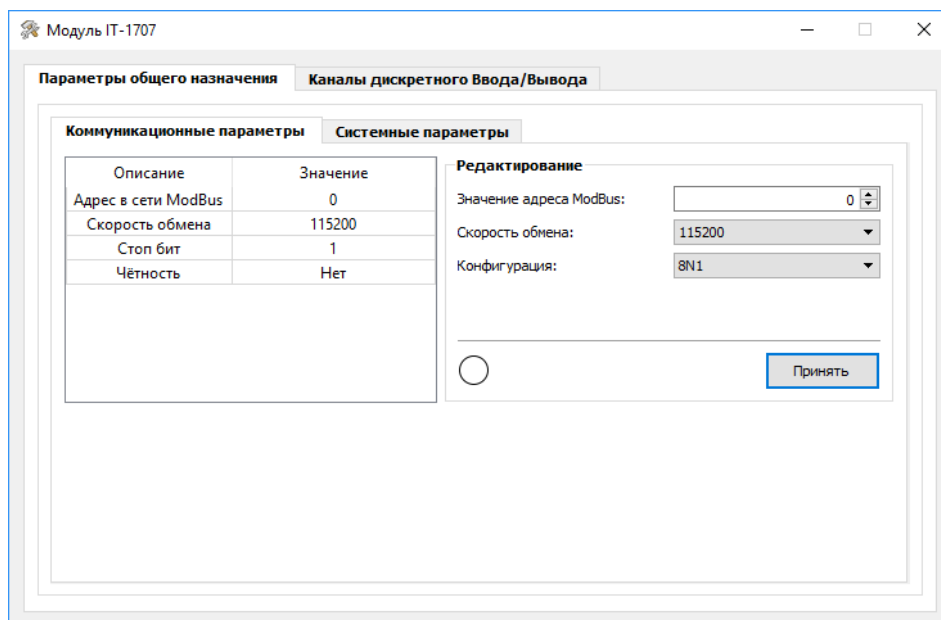

Рис.43
- Коммуникационные параметры (Рис.43)